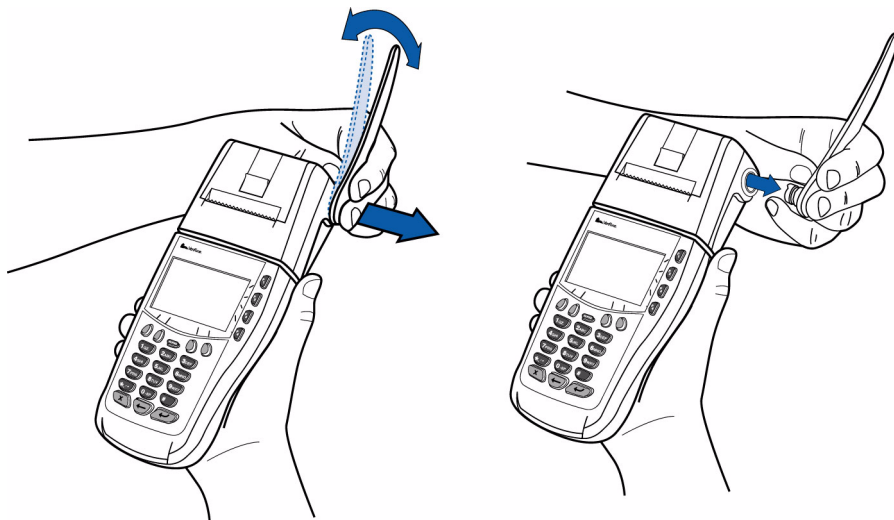

图 11 天线拆卸
如果 Omni 3600 终端进行无线交易时遇到困难，则可能需要更换天线。请按照下列步骤并参照图 11 更换天线：
- b** 右手握住终端，左手拇指向外推天线底部，并来回扭动天线（对准定位凹槽）直至天线松动并脱离天线端口（图 11）。